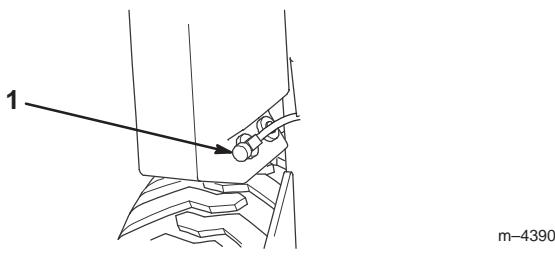

Bild 33
2. Schließen Sie den Kraftstoffhahn auf der Unterseite des Kraftstofftanks (Bild 33).
8. Öffnen Sie den Kraftstoffhahn auf der Unterseite des Kraftstofftanks (Bild 33).
3. Schließen Sie den Kraftstoffhahn auf der Unterseite des Kraftstofftanks (Bild 33).